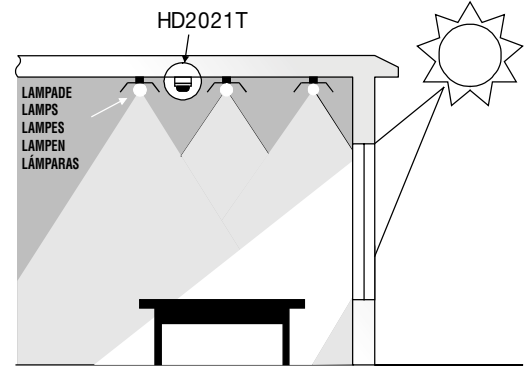

fig. 2
- Exemple d'installation du transmetteur l'éclairage lumineux HD 2021T pour le contrôle de l'intensité des lampes. Pour ce genre d'installation, HD2021T doit être monté au plafond, près de la zone où l'on désire régler l'éclairage énergétique (figure 2). Au moyen d'un Luxmètre de référence (par ex. HD2102.1(2) avec sonde LP471 PHOT) situé dans la zone d'opération il faut agir sur le potentiomètre de HD2021T jusqu'à atteindre, sur le plan de référence, la valeur désirée. La sortie de HD2021T est en mesure de contrôler même plusieurs alimentateurs réglables. HD2021T output is able to control several adjustable feeders at the same time.